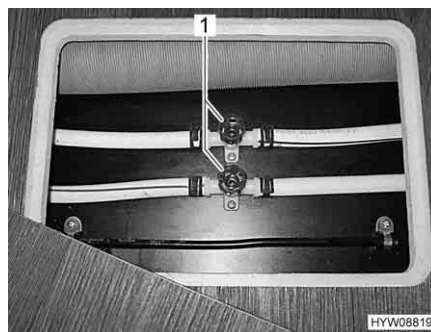

Fig. 67 Rubinetti di scarico
- Aprire tutti i rubinetti di scarico (Fig. 67,1).